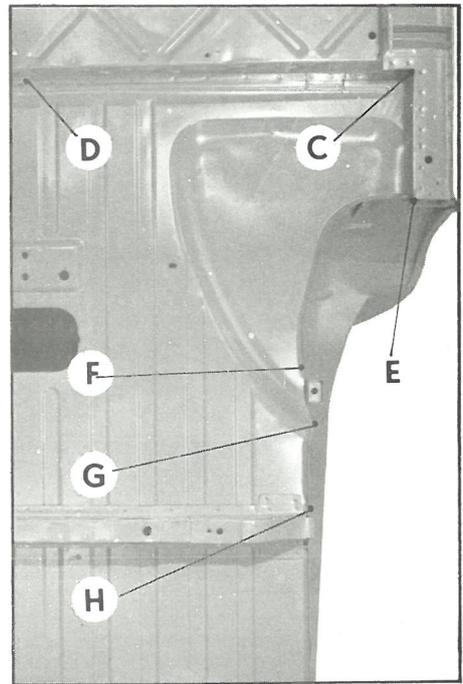

Fig. 2
13. Mettre en place, de chaque côté, les tôles de sertissage (2) (fig. 2). Les fixer par quelques points de soudure.
- en* d (fig. 2)
- en* LM (fig. 2)
- en* NO (fig. 2)
- en* OP (fig. 2)
- en CD* (fig. 2) (une tôle seulement)